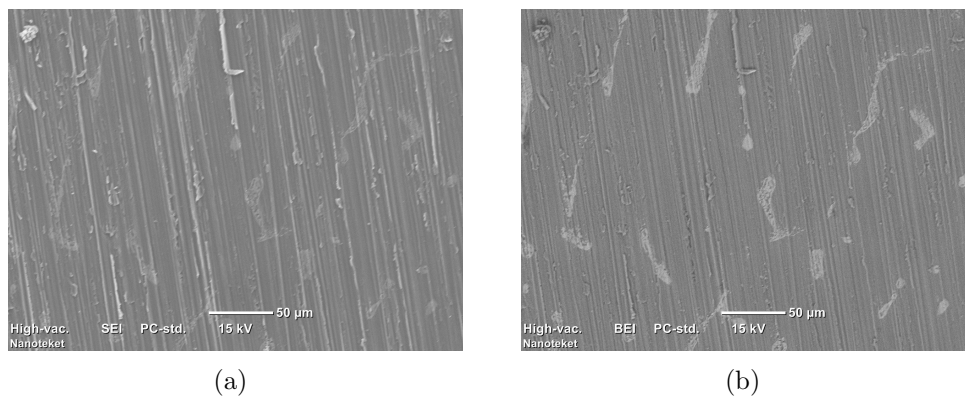

Figur 6: Dannelse af (a) sekundære elektroner (SE), (b) tilbagespredte elektroner (BSE) og (c) karakteristisk røntgenstråling (X-ray).
Sekundære elektroner (SE) er elektroner, der har været løst bundet til atomer i prøven, og som er blevet slået ud af deres skaller af elektronstrålen (se figur 6(a)). En enkelt elektron fra elektronstrålen kan godt slå flere løst bundne elektroner ud af deres skaller. Man benytter sekundære elektroner til at danne billeder af prøvens overflade (se figur 7(a)).
Tilbagespredte elektroner (*backscattered electrons*, BSE) er elektroner fra elektronstrålen, der har kollideret elastisk med atomkerner i prøven, således at de tilbagespredes med en stor vinkel og forlader prøven igen (se figur 6(b)). Da grundstoffer med højt atomnummer Z oftere tilbagespreder elektroner fra atomstrålen, er tilbagespredningselektronsignalet større fra tungere grundstoffer. Antallet af BSE kan aldrig overstige antallet af elektroner fra elektronstrålen.
Når elektroner fra de indre skaller i prøvens atomer slås ud af deres skaller, fordi elektronstrålens elektroner kolliderer med dem, vil elektroner fra yderligere skaller hoppe hen i de skaller, hvor de andre elektroner plejede at være. Herved afgives den overskydende energi i form af røntgenstråling (se figur 6(c)). Energien af røntgenstrålingen er karakteristisk for det grundstof, som strålingen afgives fra. Man kan derfor analysere den afgivne røntgenstråling med EDS, og bestemme hvilke grundstoffer ens prøve består af.